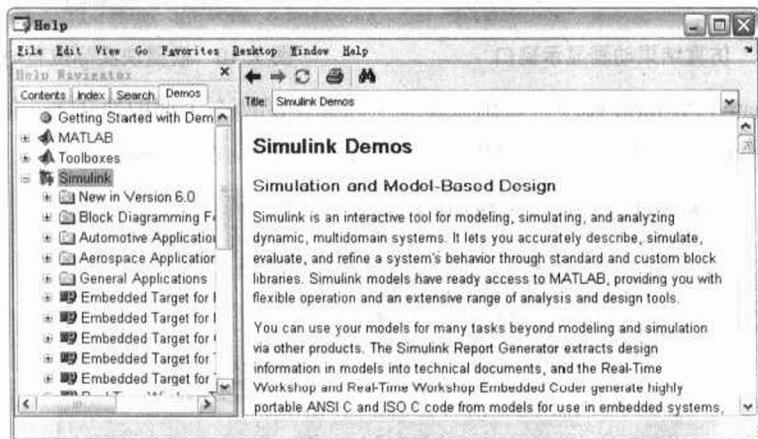

图 1.12 Demos 窗口
- (3) 从弹出的窗口中单击 Simulink 前的图标，展开的各种选项如图 1.12 所示。
- (4) 单击相应的选项进入不同的演示。